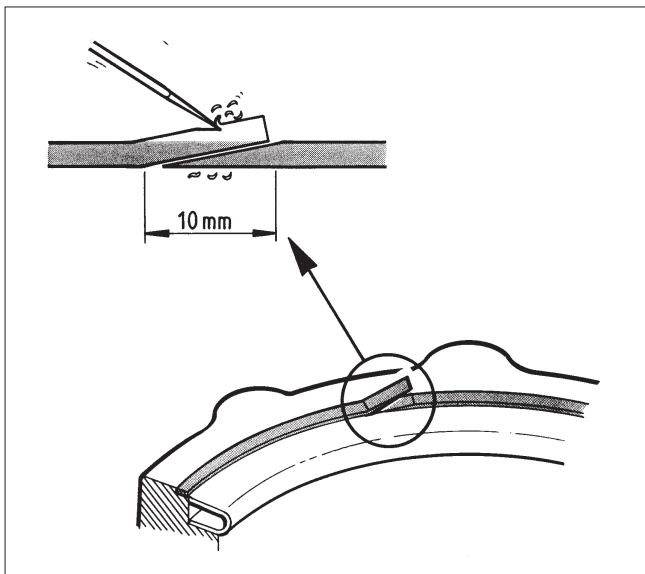

Fig. 12 Pose du joint de corps
- Desserrer les vis (27) et enlever l'anneau de bridage(2).
- Retirer le vieux joint de corps (19) et le joint de siège (4). Remplacer le joint de siège s'il est endommagé.
- Mettre en place un joint de corps autoadhésif neuf (19). La surface doit en être propre et nue (sans graisse). Traiter les extrémités du joint comme indiqué sur la figure 12.